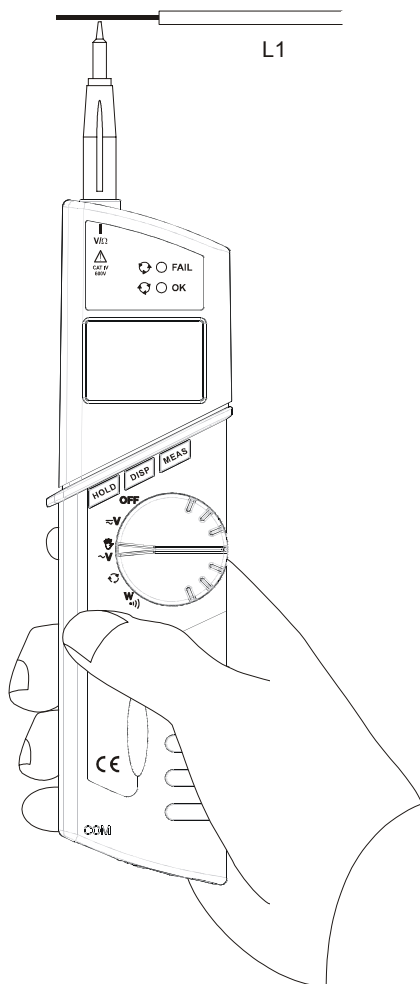

Fig. 6: Medida del sentido cíclico de las fases y de la concordancia de fase
2. Mantenga el instrumento correctamente empuñado como indica la Fig. 6, tocando con un dedo la parte metálica.